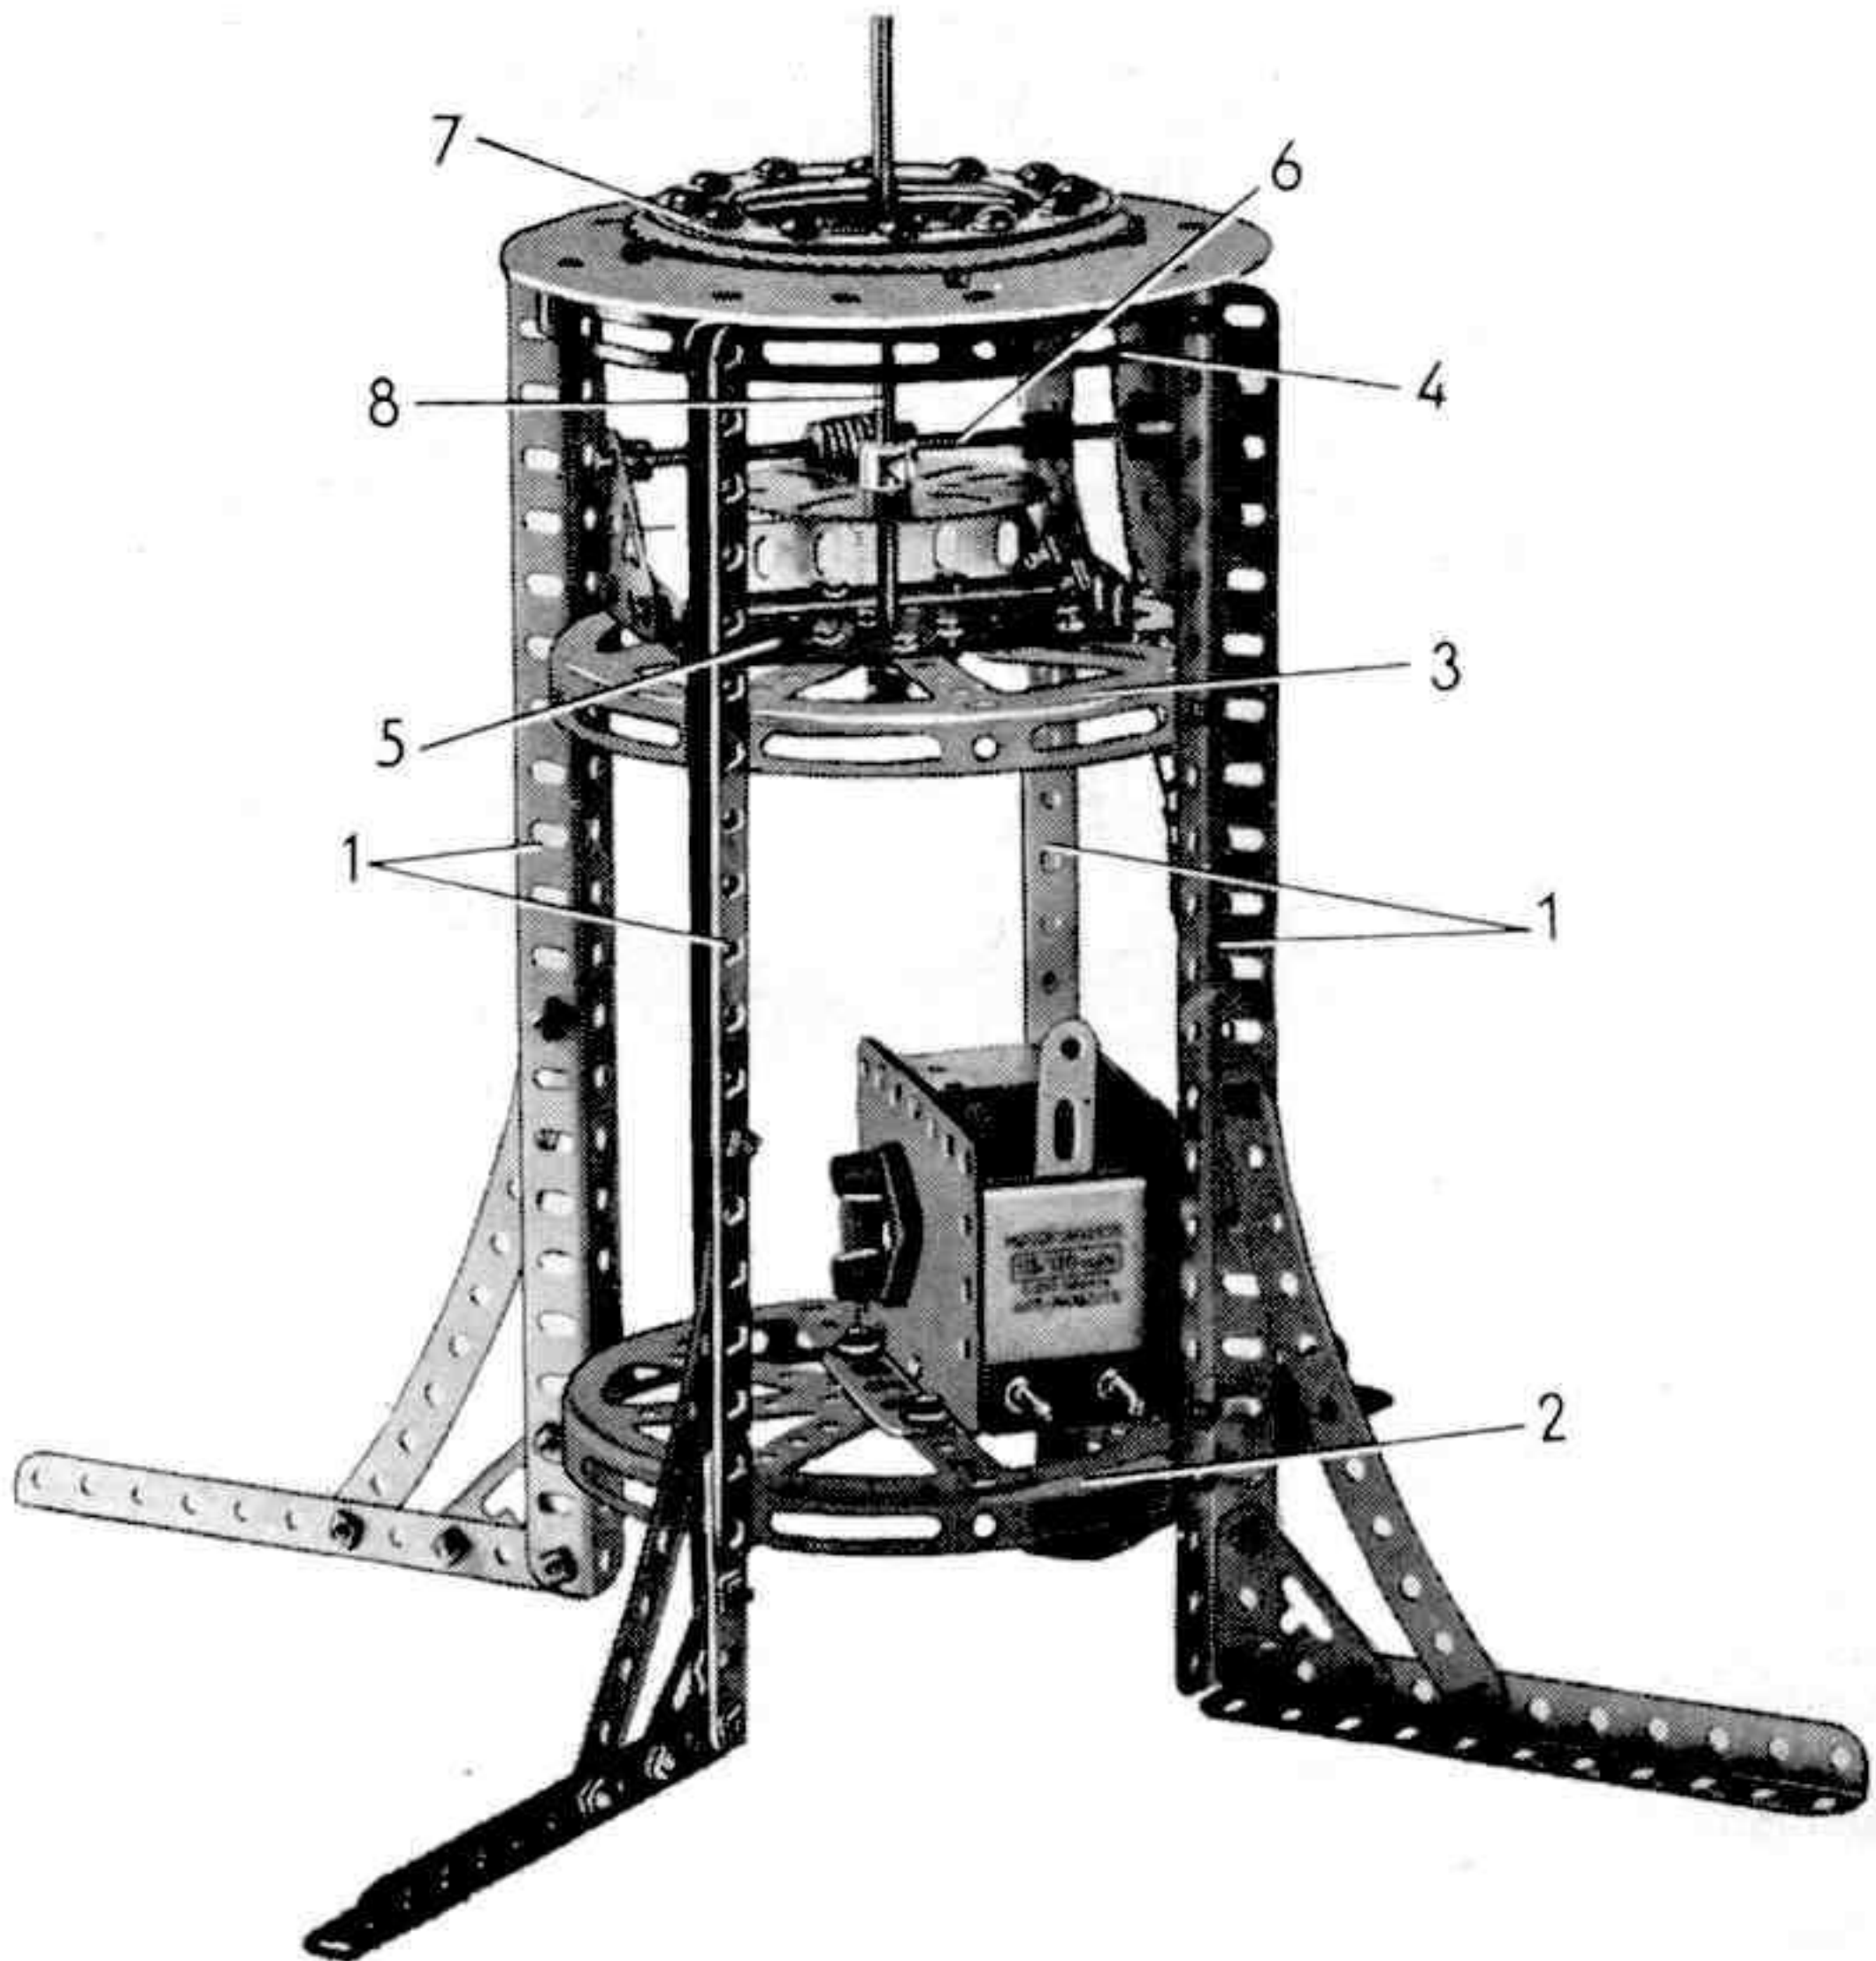

Fig. 2
Le support fixe du manège (fig. 2) porte le moteur, les mécanismes et le pivot. Il est formé de quatre montants verticaux (1) faits chacun d'une cornière de 19 trous et d'une de 5 trous qui se recouvrent sur deux trous. Une cornière de 11 trous est fixée horizontalement au bas de chaque montant ; elle est étayée par un grand gousset d'as-